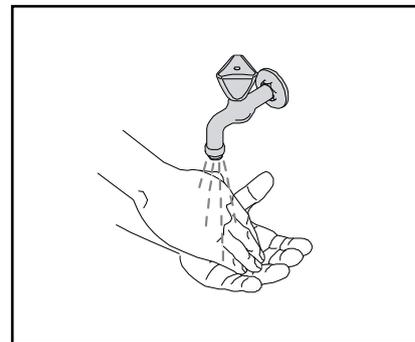

Fig. 3
1. Lave as mãos antes de tocar no pacote de produto. (Fig. 3)